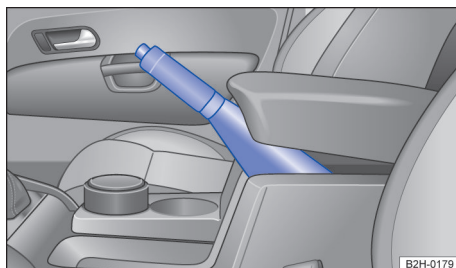

Fig. 116 Entre los asientos delanteros: freno de mano.
2. Tire con fuerza hacia arriba de la palanca del freno de mano manteniendo el botón de bloqueo presionado → fig. 116.